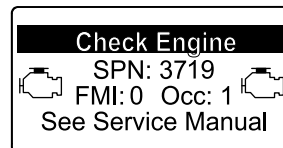

Figura 51
- Se è necessaria una rigenerazione di recupero, viene visualizzata un'avvertenza motore nell'InfoCenter SPN 3719, FMI 16 (Figura 51) e il computer riduce la potenza del motore all'85%.